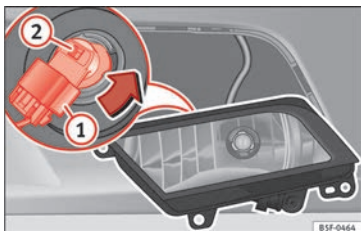

Fig. 216 Phare antibrouillard.
- Retirez le connecteur » fig. 216 ① de l'ampoule.
- Tournez le support d'ampoule » fig. 216 ② vers la gauche puis tirez.